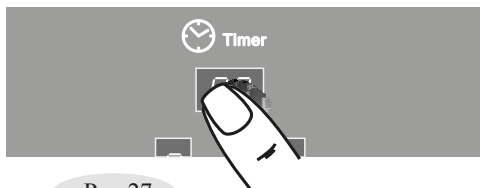

Рис.27
2. Перевести таймер в режим управления касанием зоны «⑤». В окне индикации программируемой конфорки высветится «0-» (рис. 27).